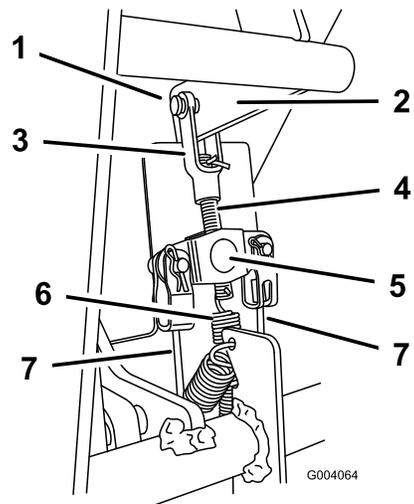

図 45
2. ブレーキ・イコライザ部分（ダッシュボードの下）でブレーキ・ケーブルの状態を調べ、ブレーキ・ケーブルのたるみをなくすために、ブレーキ・ロッドをどのくらい上に移動させたらよいか見当をつける（図 45）。
3. ブレーキ・ロッドのクレビスを固定しているヘアピン・コッターとクレビス・ピンを抜き取る（図 45）。
4. ブレーキ・ロッドからスプリングを外す（図 45）。
6. ブレーキ・ロッドを締めて（またはゆるめて）ブレーキ・ケーブルのたるみを無くす（図 45）。ケーブルを締めすぎないように注意。
7. ブレーキ・ロッドの穴にスプリングを取り付ける（図 45）。
8. 先ほど外したクレビス・ピンとヘアピン・コッターを使って、ブレーキ・ロッドのクレビスをブレーキ・レバーに取り付ける（図 45）。